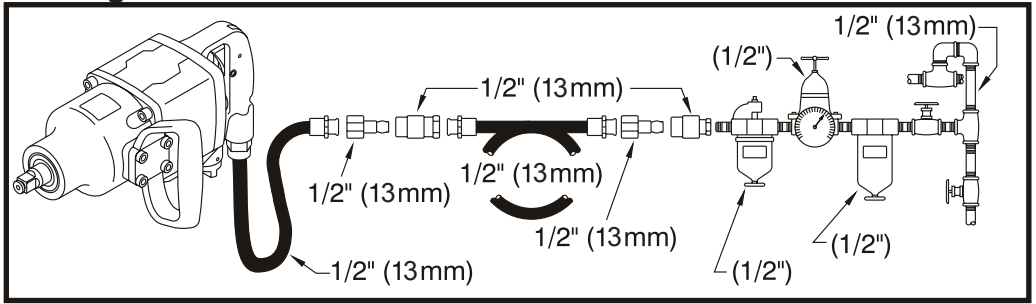
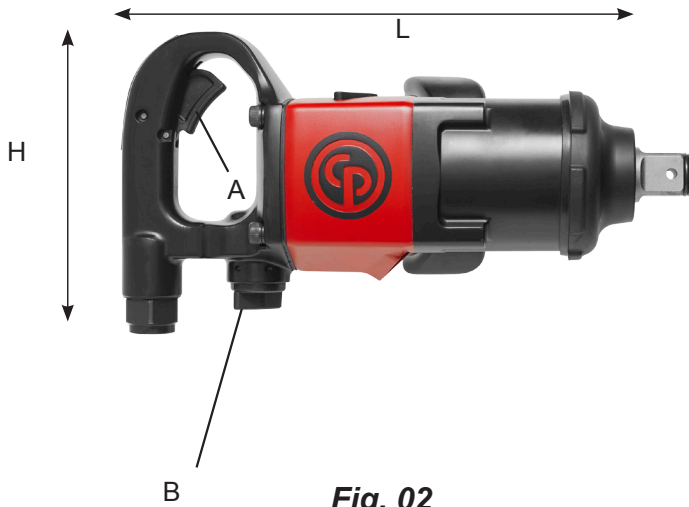

Fig. 01
Fig. 02
- Connect device as shown in Fig. 01 to a clean and dry air supply.
- To start the machine, pull the trigger (A). Machine speed is increase by increasing pressure on the trigger. Release the trigger to stop.
- To switch rotation, turn the switch (B) as shown in Fig. 02.
- Use the reverse switch (B) only when the drive spindle comes to a complete stop. Changing the speed before the drive spindle stops may damage the machine.
- To adjust output power, turn the regulator (B) as shown in Fig. 02.
- Schließen Sie das Gerät wie in Abb.01 an eine saubere und trockene Druckluftquelle an.
- Um die Maschine zu starten, muss der Auslöser (A) gezogen werden. Der Druck auf den Abzug bestimmt die Geschwindigkeit des Motors. Um die Maschine zu stoppen, den Auslöser wieder freigegeben.
- Die Drehrichtung wird gewechselt, indem der Schalter (B) wie in Abb. 02 gezeigt gedreht wird.
- Den Umkehrschalter (B) nur verwenden, nachdem die Antriebsspindel vollkommen angehalten hat. Änderung der Drehrichtung vor Halt der Spindel kann die Maschine beschädigen.
- Zum Einstellen der Ausgangsleistung drehen Sie den Regler (B), wie in Abb. 02 gezeigt.